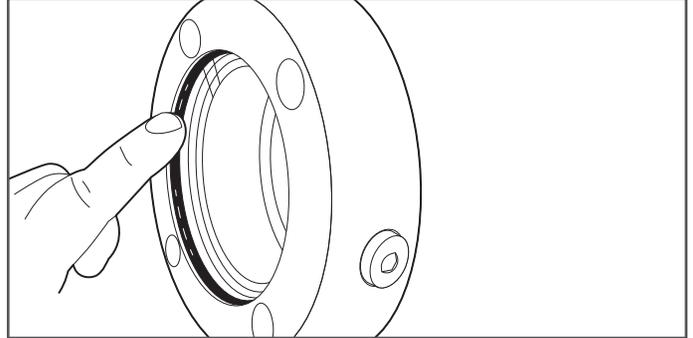

Figure 7-14
15. Veillez à ce que le joint torique intérieur ne soit ni endommagé, ni déchiré (Figure 7-14).